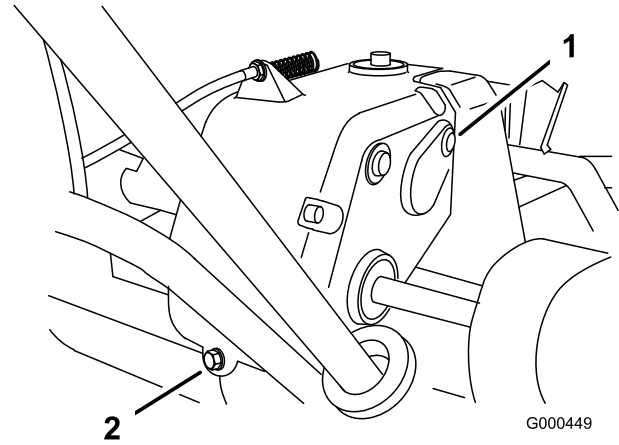

図 27
2. トランスミッション右側にある点検・補給プラグ（図 27）を抜き取る。